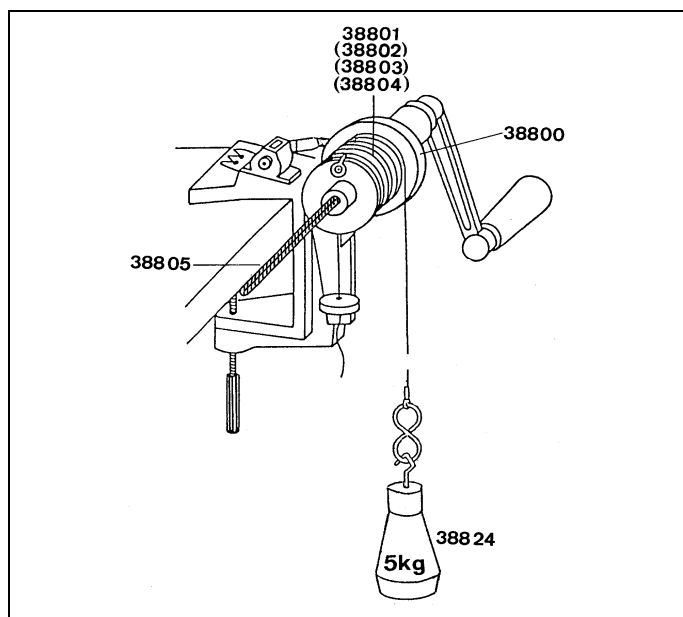

Fig. 5.1
3.2.1 Mesure de la température avec thermomètre (voir fig. 5.1)
3.2.1 Medición de la temperatura con termómetro (véase Fig. 5.1)
Fixer l'appareil de base selon la fig. 5.1 ou 5.2 au coin d'une table. Installer le calorimètre rempli. Pour cela, introduire les rivets ⑩ au fond du calorimètre dans les rainures du disque et encliquer en tournant brièvement la manivelle.
Fijar el aparato básico en la esquina de una mesa según la Fig. 5.1 ó 5.2. Montar el cuerpo calorimétrico lleno. Para este fin meter los pivotes remachados ⑩ en el fondo del cuerpo calorimétrico, en las ranuras del disco y girarlos hasta engatillarlos y el cuerpo calorimétrico quede fijo.